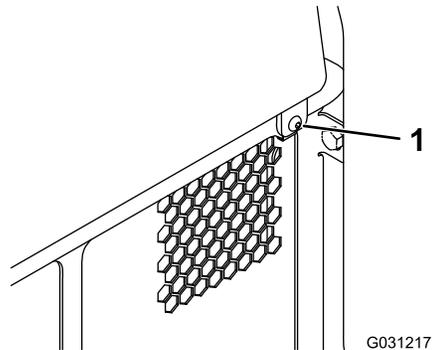

Figura 34
1. Retire o fixador (Figura 34).
2. Levante a cobertura de acesso traseiro para aceder aos componentes internos (Figura 34).